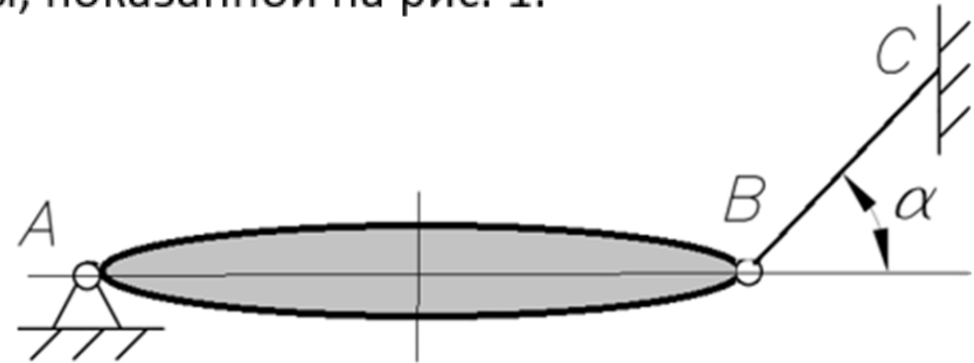

Рис. 1
*Найти:*  $R_A$  – реакцию шарнира  $A$  для схемы, показанной на рис. 1.